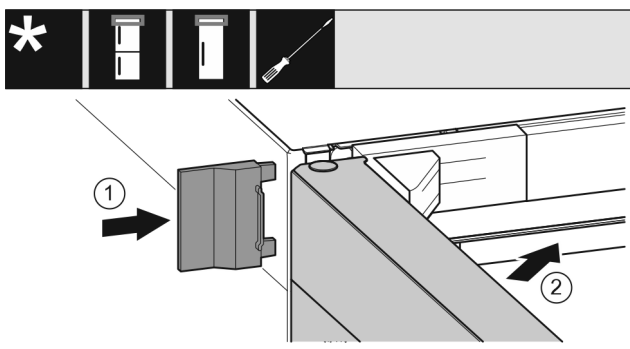

Fig. 29
- ▶ Navlecite zunanji pokrov Fig. 29 (1).
- ▶ Zaprite zgornja vrata Fig. 29 (2).